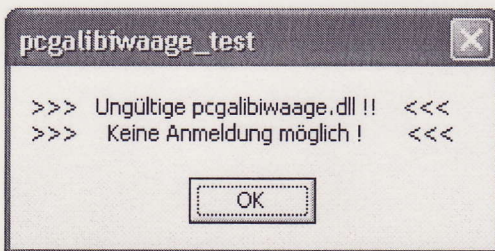
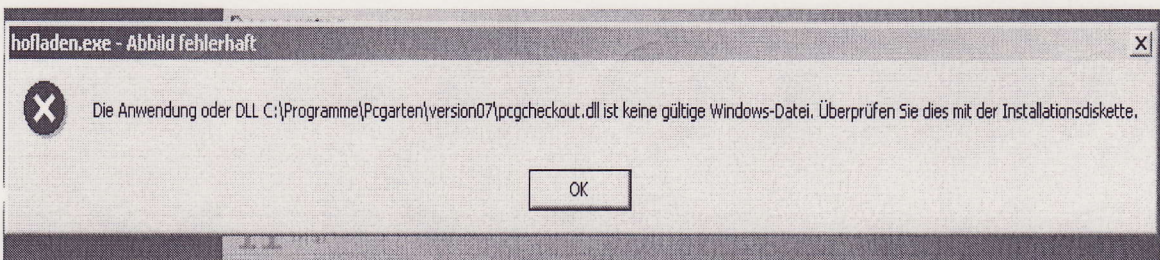

Abb. 5: Fehlermeldung bei unzulässiger Änderung der Bibliothek „pcgalibiwaage.dll“ (Möglichkeit 1)
Abb. 6: Fehlermeldung bei unzulässiger Änderung „pcgalibiwaage.dll“ (Möglichkeit 2)
- Wurde die Bibliothek „pcgalibiwaage.dll“ verändert, so erscheinen die Fehlermeldungen gemäß Abb. 5 und Abb. 6 und das Warenwirtschaftsprogramm lässt sich entweder nicht starten, oder die Kommunikation mit der Waage ist nicht möglich. Des Weiteren können in diesem Fall keine eichpflichtigen Dateien angezeigt werden.